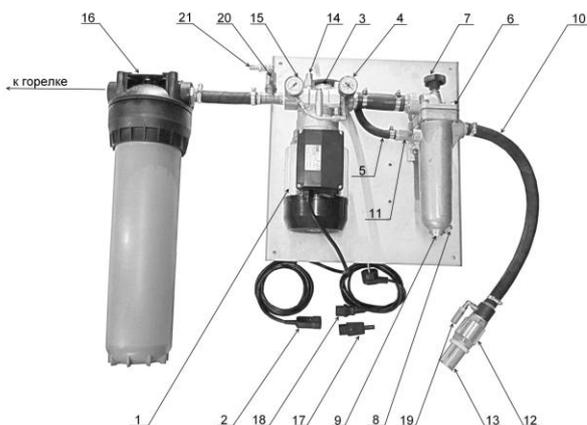
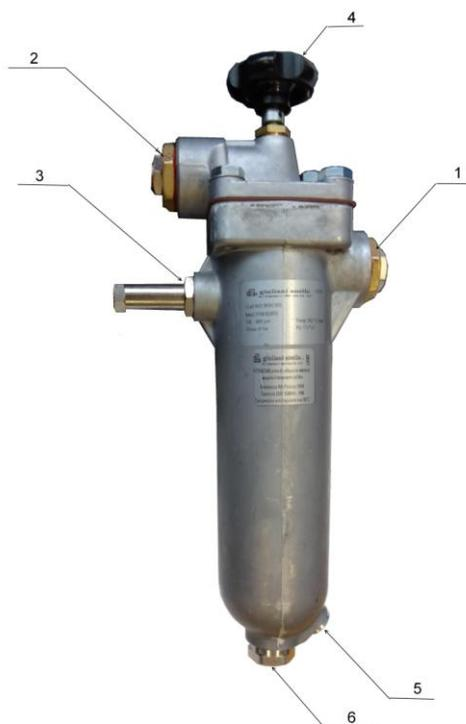

Рис. 15. Блок топливного насоса.
Рис. 16. Самоочищающийся фильтр.
Топливо забирается из расходного бака (*температура топлива не менее +12С*) топливным насосом (Рис.15 поз.3). Проходит через плавающий топливозаборник (Рис.15 поз.10) состоящий из сетчатого фильтра (Рис.15 поз.13), обратного клапана (Рис. 15 поз.12) , разгрузочного клапана (Рис. 15 поз.19), шлага 2,5 м. Затем топливо очищается в самоочищающимся фильтре (Рис. 15 поз.6) и поступает в топливный насос (Рис.15 поз.3). Излишки топлива по трубопроводу циркуляции (Рис.15 поз.5) сбрасываются в самоочищающийся фильтр (Рис.16 поз.3). Разряжение на всасе насоса измеряется вакууметром (Рис.15 поз.4). Если разряжение более 0,5 бар произведите очистку сетчатого фильтра (Рис.15 поз.13) и самоочищающегося фильтра (Рис.16) провернув 4-5 раз маховик фильтра (Рис.16 поз 4).
Из насоса (Рис.15 поз.3) топливо подается через регулятор давления топлива (Рис.15 поз.14) в фильтр тонкой очистки (Рис.15 поз. 16) и поступает в горелку. Для увеличения давления поворачивайте регулировочный винт (Рис.15 поз.14) по часовой стрелке, для уменьшения против часовой. Давление топлива контролируйте по манометру (Рис.15 поз.15). Давление топлива после регулятора давление должно быть 3-4 бара.
Ежедневно проворачивайте маховик самоочищающегося фильтра (Рис.16 поз.4) 4-5 раз. Не реже одного раза в неделю сливайте конденсат и отложения, отвернув дренажную заглушку (Рис.16 поз.5, 6)
При сильном загрязнении фильтра на всасе топливного насоса (Рис.15 поз.13), самоочищающегося фильтра (Рис.16), фильтра тонкой очистки (Рис.15 поз.16) возрастает усилие на валу насоса, что ведет к перегреву и выходу из строя электродвигателя и топочного автомата. Для предотвращения данной ситуации в электрическом шкафе горелки (Рис.6 поз.1) установлен автомат с надписью «НАСОС», который при увеличении токовой нагрузки отключит электродвигатель топливного насоса.
При срабатывании автомата «НАСОС» немедленно произвести чистку фильтра на всасе топливного насоса (Рис.15 поз.13), самоочищающегося фильтра (Рис.16), замену картриджа фильтра тонкой очистки (Рис.21 поз.3).
3.5.2. Заполните топливом всасывающий трубопровод, самоочищающийся фильтр, насос, фильтр тонкой очистки и топливный бак Горелки. Для чего в комплекте топливного насоса предусмотрен кабель с вилкой прямого питания от сети 220 В (Рис.15 поз.18), соедините кабель с разъемом топливного насоса (Рис.15 поз.2). На топливном баке Горелки есть кран сброса воздуха (Рис. 6 поз. 11). Подключите топливный насос напрямую к сети 220 В и откройте кран сброса воздуха. Когда топливная система заполнится, через шланг начнет стекать масло с пузырьками воздуха. После удаления воздуха закройте кран (Рис. 6 поз. 11). Питание насоса подключите по постоянной схеме.
Если топливный насос (Рис.15 поз.3) сразу не захватил топливо, то нужно удалить из него воздух. Для чего закройте кран на самоочищающемся фильтре (Рис.15 поз. 11), отсоедините трубопровод циркуляции фильтр-насос (Рис.15 поз.5), полностью выкрутите винт регулятора давления (Рис.15 поз. 14) и спускайте воздух до появления масла. После чего присоедините трубопровод циркуляции фильтр-насос (Рис.15 поз.5) откройте кран на самоочищающемся фильтре (Рис.15 поз. 11) и винт регулятора давления (Рис.15 поз. 14) установите в изначальное положение.
Давление топлива после насоса (Рис.15 поз.3) должно быть 3-4 бара, разрежение на всасе топливного насоса (Рис.17 поз.4) не более 0,5 бар.
- следить за показаниями вакуумметра на топливном насосе. При разрежении минус 0,4 бар необходимо очистить фильтр на входе насоса (Рис. 15 поз 13) и повернуть 5-6 раз маховик самоочищающегося фильтра;
- проворачивать маховик самоочищающегося фильтра (Рис.16 поз.4) 5-6 раз один раз сутки, даже если горелка не эксплуатируется;
- не реже, чем 1 раз в неделю сливать конденсат и грязь из самоочищающегося фильтра, отвернув дренажную заглушку (Рис.16 поз.5)